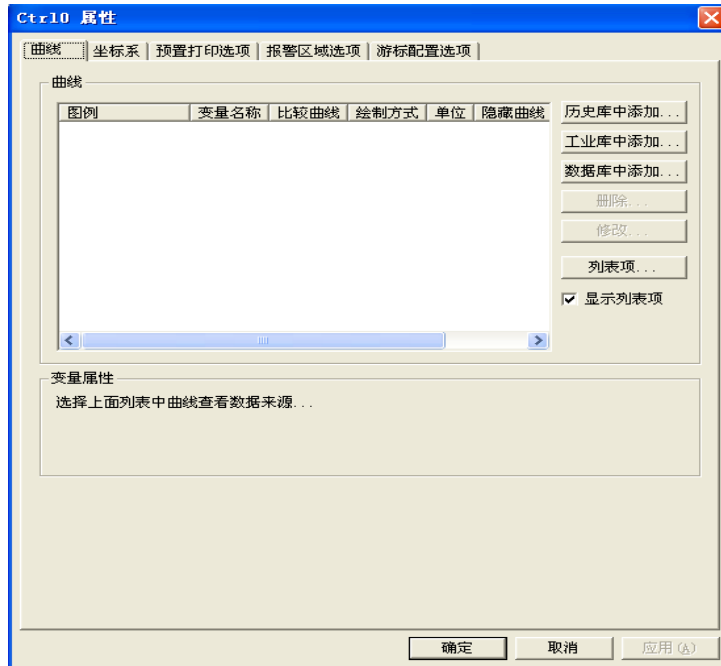

图 12-15 历史趋势曲线控件属性
7、选中此控件，单击鼠标右键，在弹出的下拉菜单中执行“控件属性”命令，弹出控件属性对话框，如图 12-15 所示。